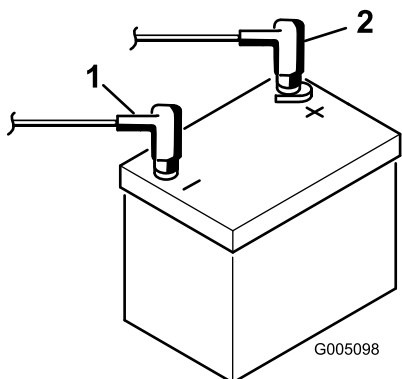

Рисунок 6
2. Подключите положительный кабель (красный), идущий от реле стартера, к положительному штырю аккумуляторной батареи (Рисунок 6). Затяните соединение гаечным ключом и смажьте клемму техническим вазелином. Во избежание износа и повреждения кабеля убедитесь в том, что в крайнем заднем положении кабель не касается сиденья.